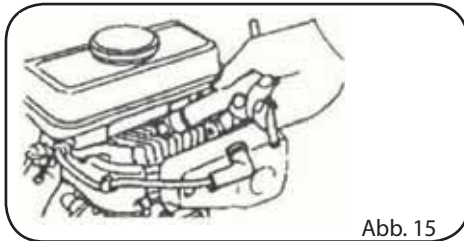

Abb. 15
1. Die Zündkerze mit dem entsprechenden Schlüssel ausbauen (Abb. 15).